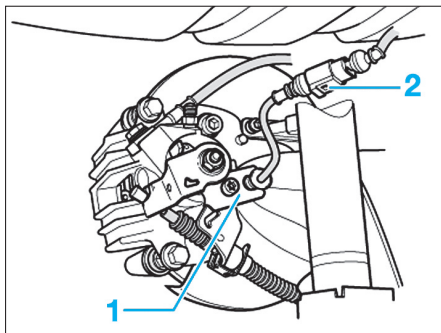

Fig. 9
- Si le véhicule est équipé d'un indicateur d'usure des plaquettes de frein, extraire le câble de l'indicateur d'usure des plaquettes de frein du support (1) (Fig.9) et débrancher le connecteur (2).